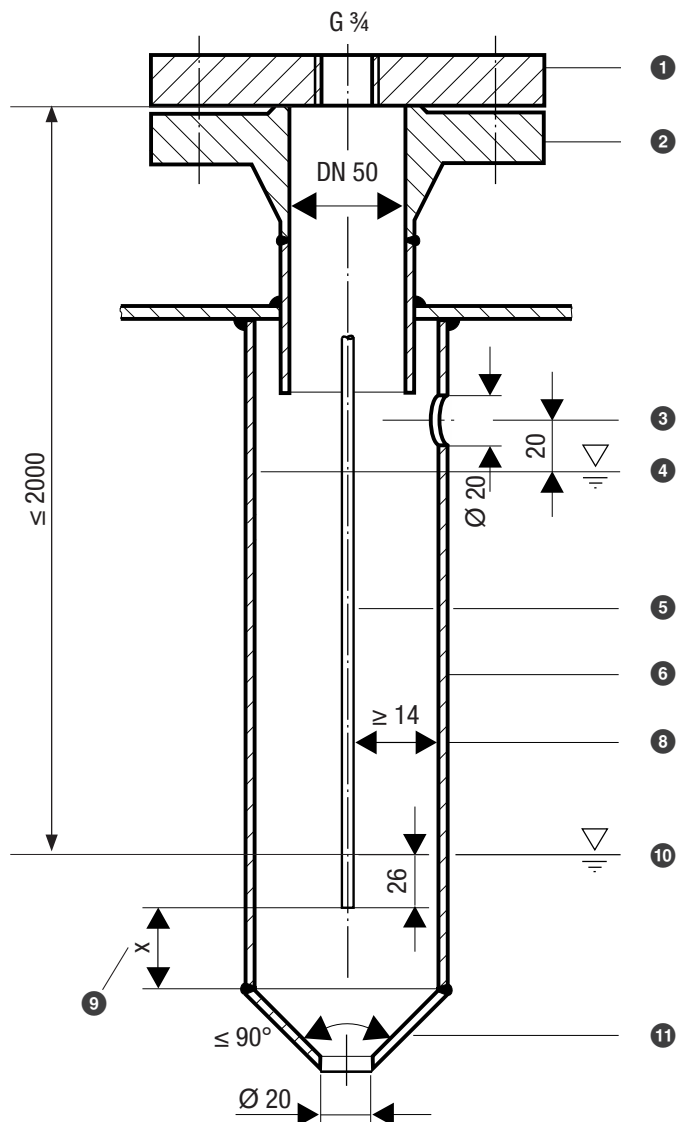
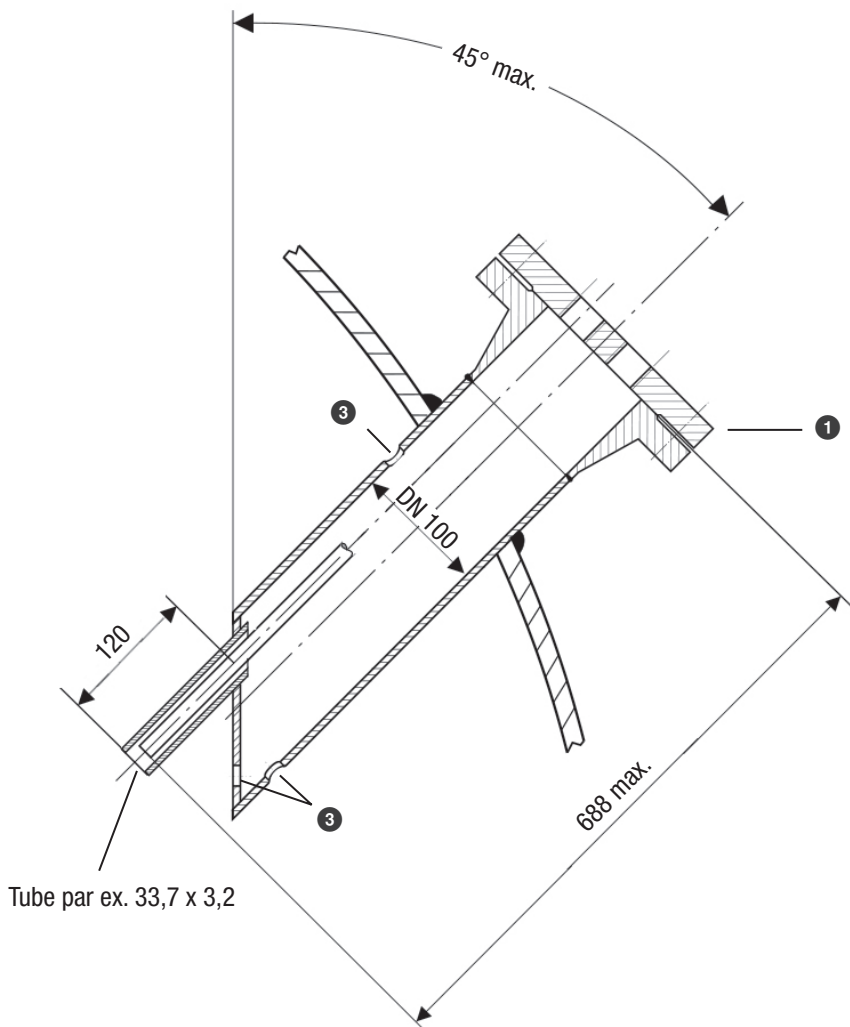

Fig. 12
Fig. 16
- Respectez les dégagements minimaux lors du montage de l'électrode de niveau, voir les exemples de montage Fig. 12 à Fig. 16.
Exemple de montage avec cotes, voir Fig. 12, page 30
Légende Fig. 12 à Fig. 16
- ❶ Fig. 12, 13 : Bride (PN 40, DN 50), EN 1092-1 (électrode unique)